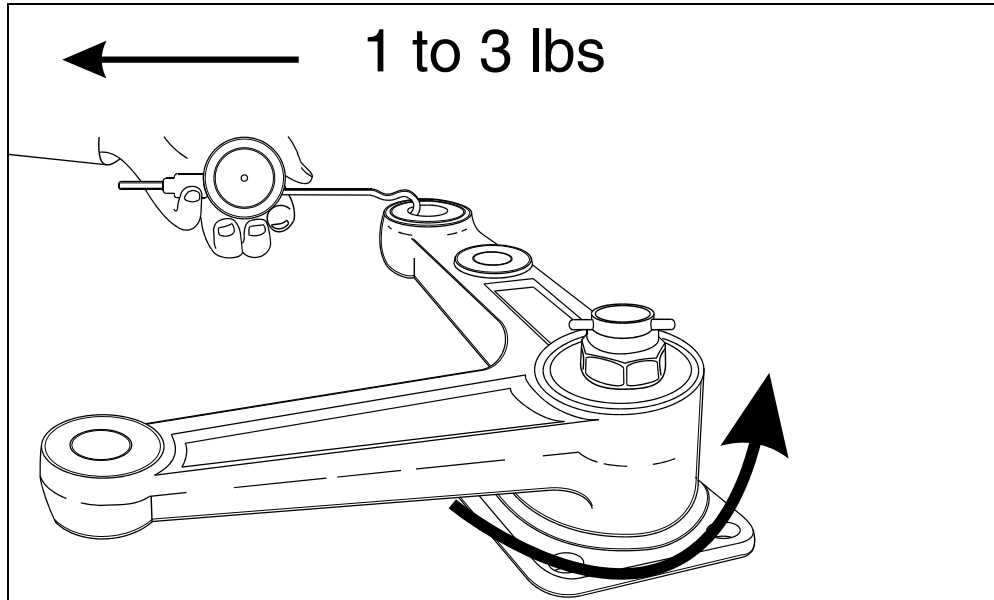

FIGURE 5: APPLICATION D'UNE FORCE DE 1 À 3 LIVRES
9. Dévisser l'écrou jusqu'à ce que le levier coudé ou le bras de renvoi commence à tourner en appliquant une force de 1 à 3 livres (Voir figure 5).